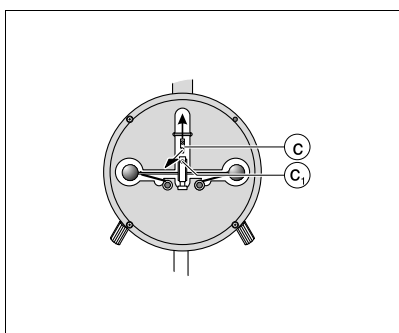

Fig. 8.4
- Enlever l'embout (c) après avoir dévissé la vis (c₁) (Fig. 8.4).
- Si la banda está rota retirar la pieza terminal (c) (Fig. 8.4).